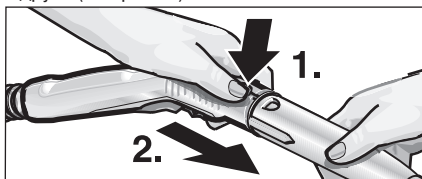

Рис. 5 Разделение насадок
- Для разделения насадок нажмите на кнопку разблокировки (C3 или G3) и снимите насадки друг с друга (см. рис. 5).